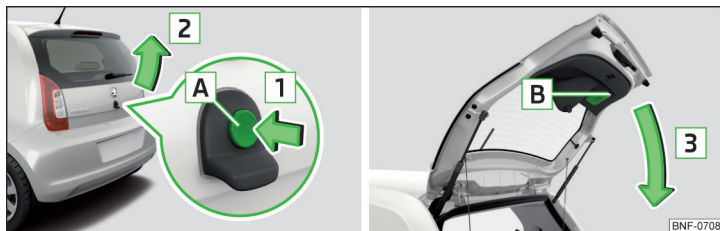

Fig. 34 **Abrir/cerrar la tapa del maletero**
Se desactiva la tecla **A** » **fig. 34 de la pág. 43** cuando se arranca o a partir de una velocidad de más de 5 km/h. Después de parar el vehículo y abrir una puerta se volverá a activar la tecla.
- Para **abrir** la tecla **A** presionar en el sentido de la flecha **1** » **fig. 34.**